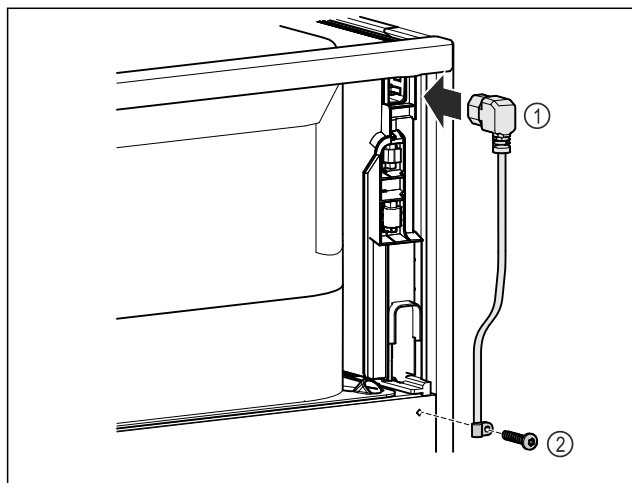

Fig. 11
- ▶ 插上冰箱背面电源线的冰箱插座 Fig. 11 (1)。
- ▶ 安装张力释放线扣。 Fig. 11 (2)